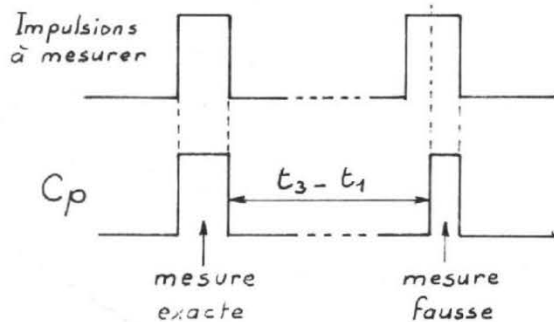

Fig. 39. — Danger d'erreur.
- élimination des fausses mesures (ex. de la Fig. 39, dans lequel on voit que la RAZ du compteur, se produisant pendant une partie de l'impulsion à mesurer, risque de fausser le résultat affiché) ;